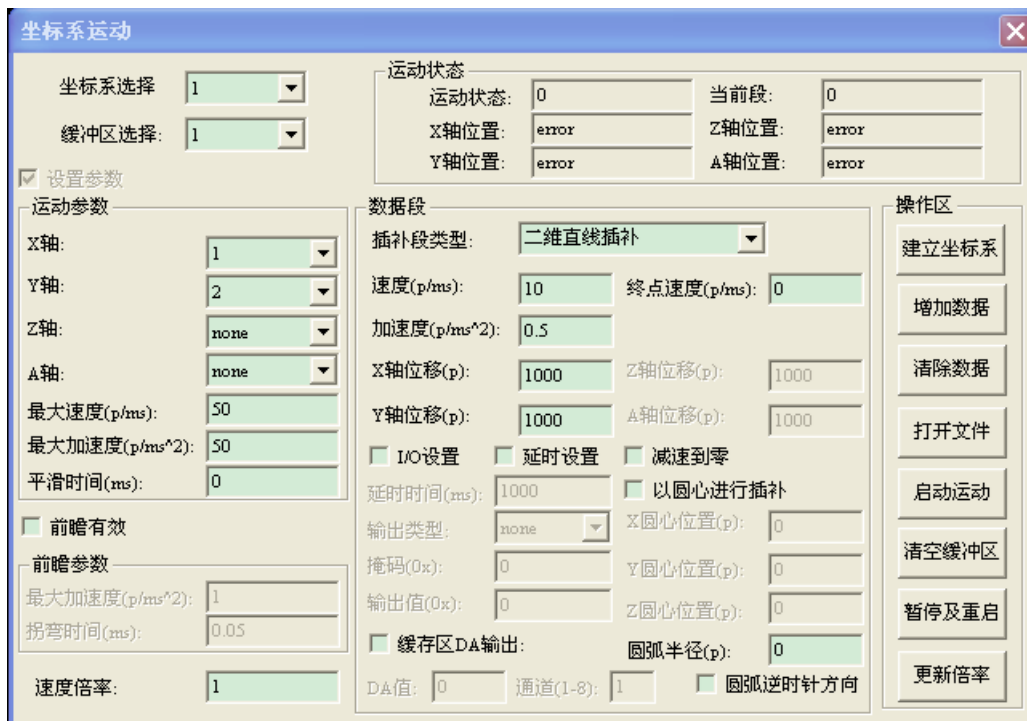

图 4-16 插补运动模块对话框
- (1) 请确认控制器与端子板、端子板与驱动器之间已正确可靠地连接。
- (2) 请确认控制器第一、二轴轴状态正常，并且伺服使能两轴。（无报警、无限位、已经伺服使能）。
- (3) 点击主界面菜单“视图”->“插补运动”，将会弹出插补运动模块对话框，如图4-16所示。